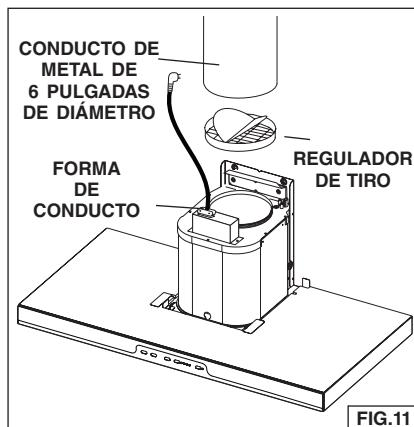

FIG.11
1. Presione el regulador de tiro sobre el conector del conducto en la campana y coloque cinta adhesiva de aluminio en la junta. Fig. 11.